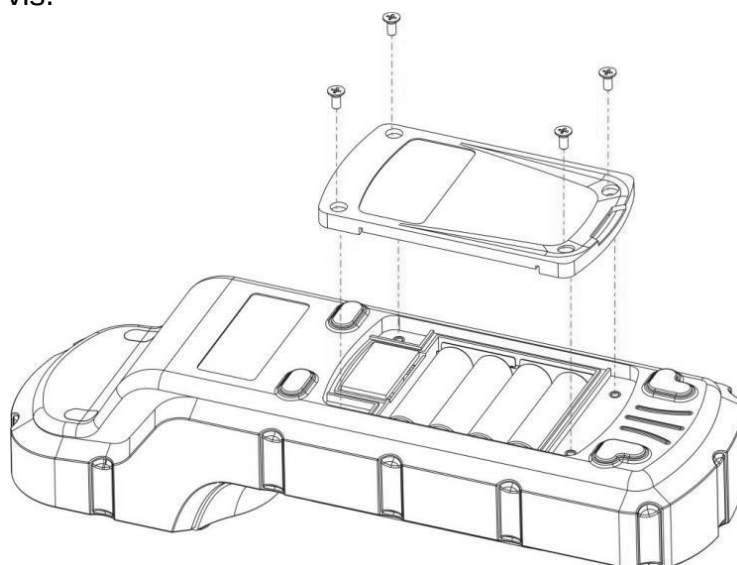

Figure 1 Remplacer les piles
Le compartiment des piles de l' AP50MM, illustré dans la figure 1, se trouve à l'arrière de l'instrument. Insérez un petit tampon sous la zone de l'écran pour que la surface arrière soit de niveau lorsque l'instrument est retourné. Installez les piles comme suit:
2. Insérez quatre piles dans leur support, comme indiqué sur la figure 1. Assurez-vous que le repère de polarité positive (+) de la pile est aligné sur le repère positif (+) du support de pile.